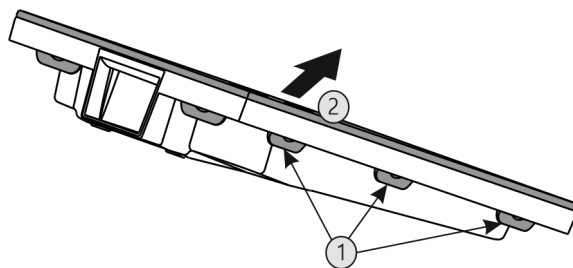

Fig. 42
- Appuyer sur toutes languettes Fig. 42 (1) l'une après l'autre et enlever le couvercle Fig. 42 (2).